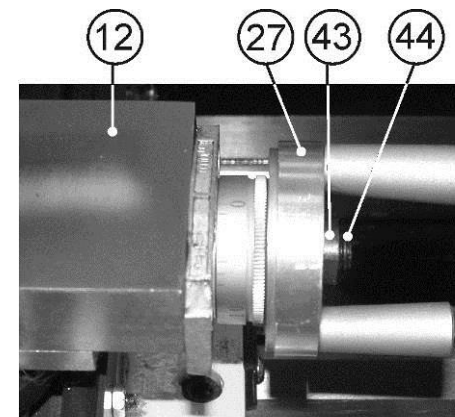

Рис.7
9.4. Регулировка перемещения ходовых винтов суппортов (Рис. 7, 8)
9.4.1. Для регулировки перемещения ходового винта поворотного суппорта (12) ослабьте фиксацию гайки (43) поворотом винта (44) против часовой стрелки. Вращая гайку (43) по часовой стрелке, выберите люфт. Вращение маховика подачи поворотного суппорта (27) должно быть свободным и плавным. Поворотом против часовой стрелки винта (44) зафиксируйте положение гайки (43), Рис.7.